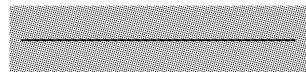

图 3-2 原理图中的导线
(1) 元件: 在 Altium Designer Release 10 的原理图设计中,元件将以元件符号的形式出现,元件符号主要由元件管脚和边框组成。
(2) 铜箔: 在 Altium Designer Release 10 的原理图设计中, 铜箔分别有如下表示。
① 导线：原理图设计中导线也有自己的符号，它将以线段的形式出现。在 Altium Designer Release 10 中还提供了总线用于表示一组信号，它在 PCB 上将对应一组铜箔组成实际导线。图 3-2 所示为原理图中采用的一根导线，该导线有线宽的属性，但是这里导线的线宽只是原理图上的导线宽度。